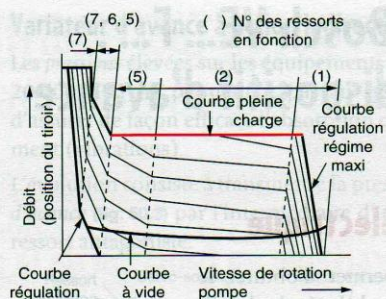
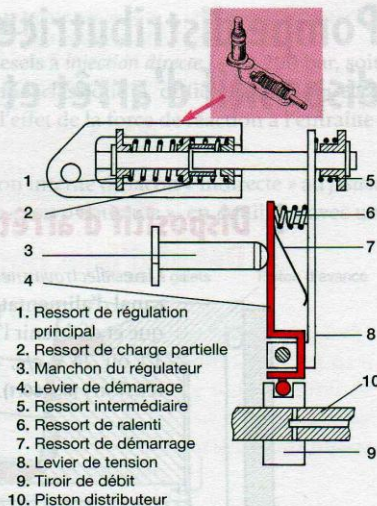

Figure 59.5. Diagramme caractéristique d'une régulation « mini-maxi » sur une pompe VE
Figure 59.6. Ensemble de régulation mini-maxi sur pompe « VE »
Le régime de ralenti étant dépassé (fig. 59.5) (ressort (6) comprimé), le ressort de charge partielle (2) entre en action (fig. 59.6).
En accélération maximale, le ressort (2) étant plus faible que le ressort de vitesse (1), il n'y aura plus de correction (fig. 59.6).